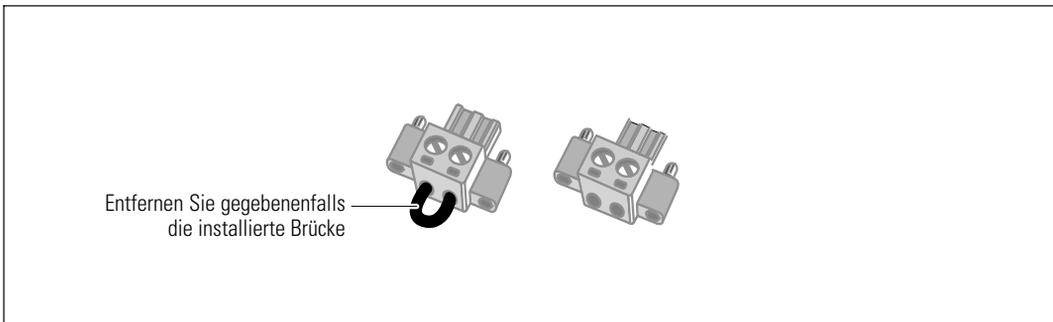

Abbildung 16. REPO-Anschluss
**HINWEIS:** Stellen Sie sicher, dass in dem REPO-Anschluss keine Brücke installiert ist. Sollte eine Brücke installiert sein, entfernen Sie sie vor Anschluss an die REPO-Schnittstelle. Siehe Abbildung 16.